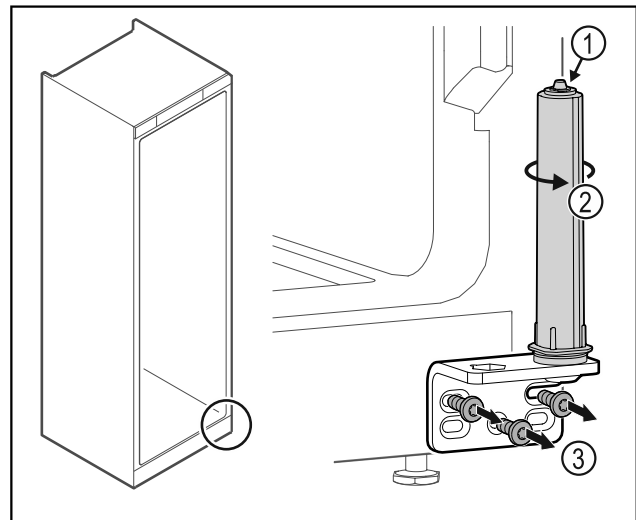

Fig. 45
▶ Nerozoberajte systém zatvárania dverí Fig. 45 (1).
- ▶ Otáčajte systém zatvárania Fig. 45 (2), kým nezacvakne.
- ▶ Odskrutkujte uholník závesu Fig. 45 (3).